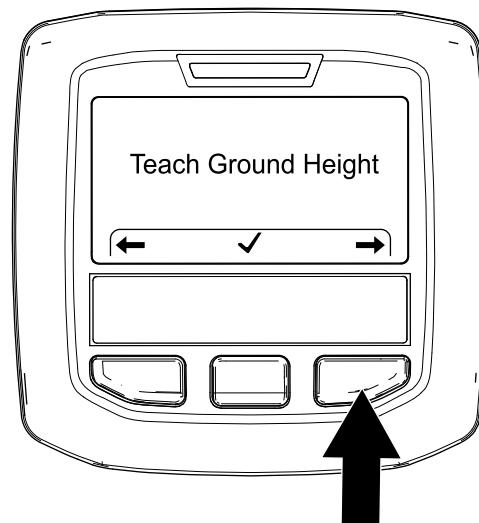

Bild 46
- Drücken Sie die rechte InfoCenter-Taste zweimal, um den Bildschirm „Kalibrierung der Tines-Höhe über dem Boden“ anzuzeigen (Bild 46).